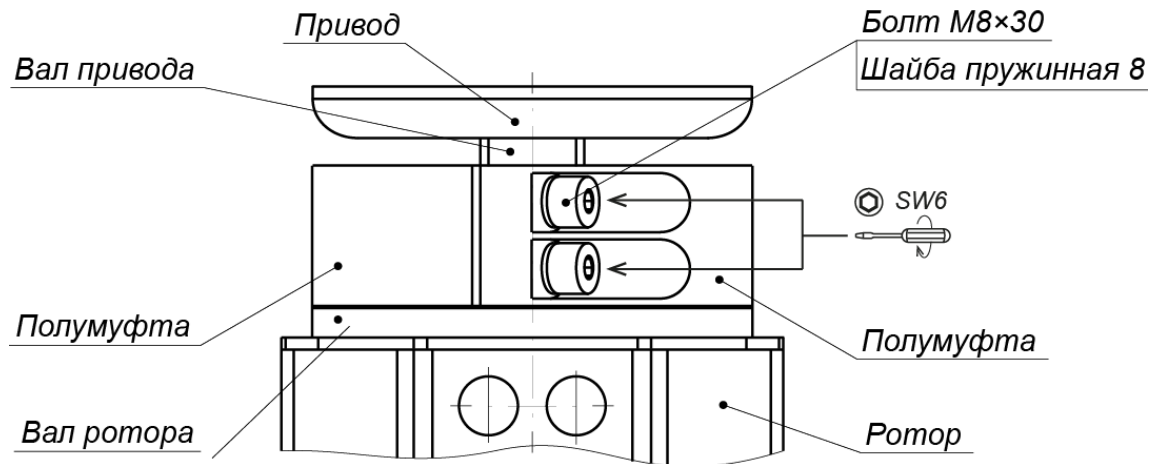

Рисунок 17. Муфтовое соединение вала привода с валом ротора.
- Соедините верхний вал ротора с валом привода исполнительного механизма двумя полумуфтами (4) и четырьмя болтами М8×30 с пружинными шайбами 8 (ключ SW6) (см. рис. 17). Будьте осторожны, полумуфты имеют большой вес, не допускайте их падения во избежание травм!
2. Снимите полумуфты (см. рис. 17), отвернув 4 болта М8 муфтового соединения (4). Будьте осторожны! Удерживайте ротор и полумуфты от падения.